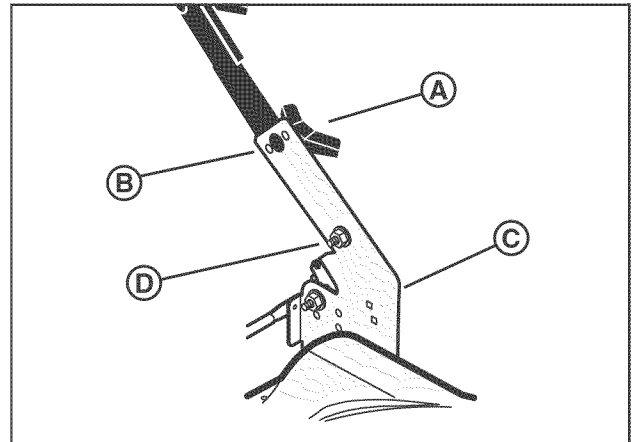

Figura 4: Retirada de los aditamentos de ajuste del mango
1. Retire las tuercas de alas (A, Figura 4), las arandelas (no mostradas) y los pernos (B) de las abrazaderas izquierda y derecha del mango (C).